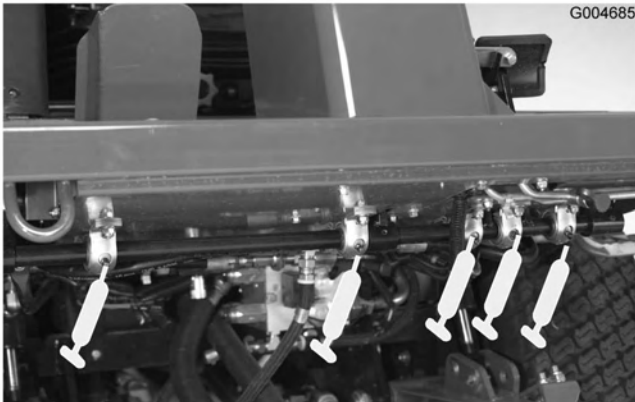

Figure 34
- Roulements d'axes de pivots de freins (5) (Figure 34)